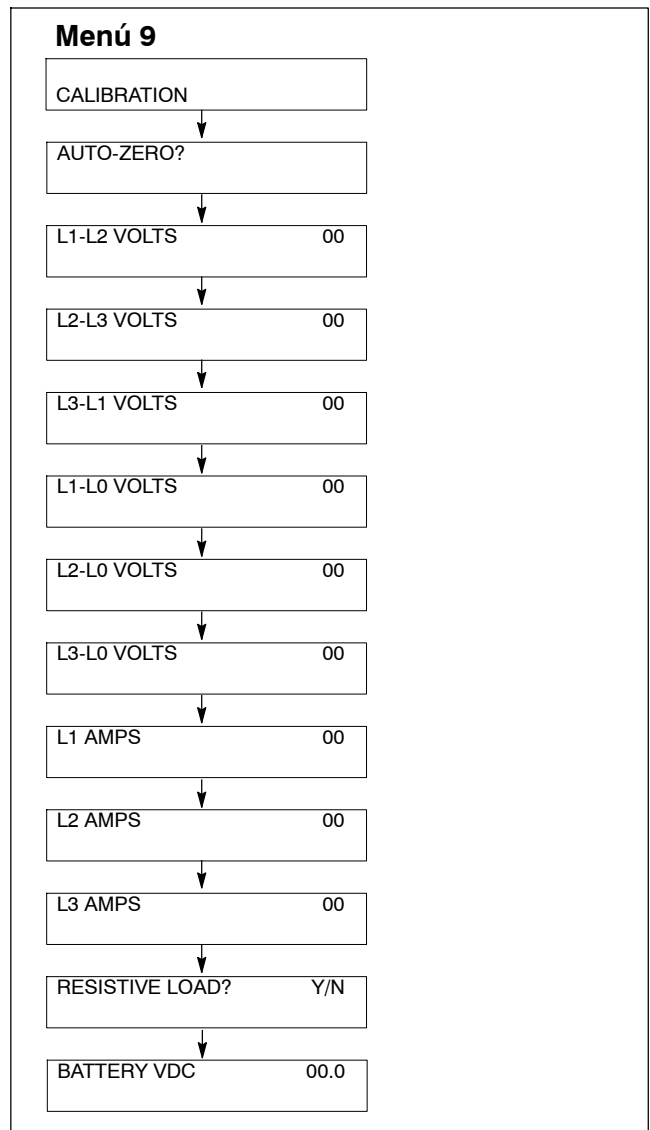

Figura 4-8 Menú 9 Calibration (Calibración)
- Vaya al Menú 9, Calibración y pulse la tecla de flecha hacia abajo para ¿cero automático? Consulte la Figura 4-8.
- i. Registre el voltaje en el banco de carga resistiva o conecte un voltímetro RMS en cada conexión de voltaje restante mencionada en Figura 4-8. Use las teclas numéricas para ingresar al valor medido en cada pantalla de voltaje correspondiente. Presione la tecla Enter. Pulse la tecla de flecha hacia abajo para acceder a la pantalla siguiente.
- j. Registre el amperaje del banco de carga resistiva o conecte un amperímetro RMS en cada conexión de amperaje restante mencionada en la Figura 4-8. Use las teclas numéricas para ingresar al valor medido en cada pantalla del amperaje correspondiente. Presione la tecla Enter. Pulse la tecla de flecha hacia abajo para acceder a la pantalla siguiente.